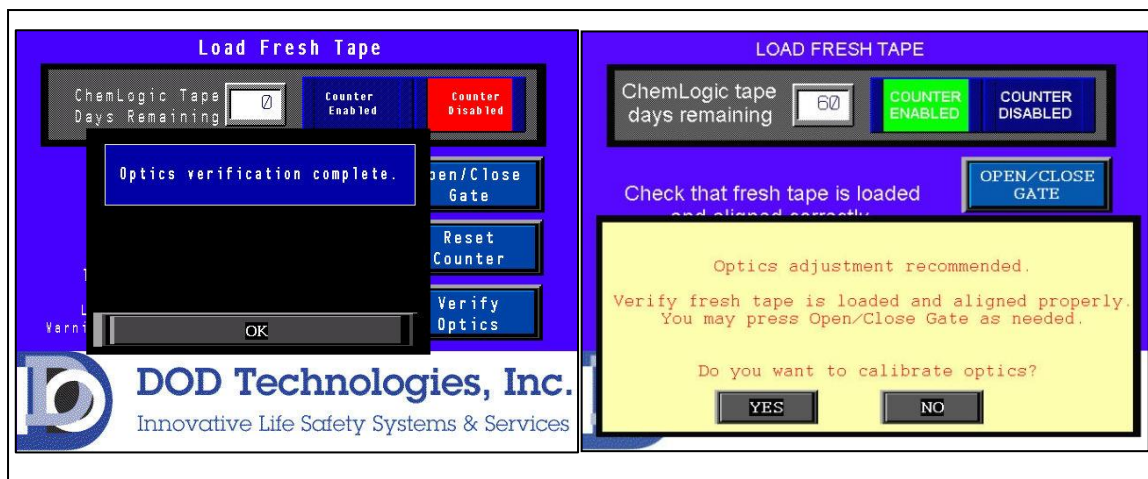

Abbildung 5.8
Zum Schließen des Menüs muss die Optik überprüft werden. Bei Berührung der Schaltfläche "VERIFY OPTICS" (Optik überprüfen) überprüft das Gerät, ob das Sensorband korrekt ausgerichtet und die Optik korrekt kalibriert ist. In dieser Zeit wird ein Fenster 'ONE MOMENT PLEASE' (Moment bitte) angezeigt. Sobald die Überprüfung abgeschlossen ist, erscheint einer der beiden Bildschirme in Abbildung 5.8
**WICHTIG:** Wird auf die Rückfrage, ob die Optik kalibriert werden soll, die Schaltfläche "NO" (nein) wie in Abbildung 5.8 rechts betätigt, funktioniert das Messgerät eventuell nicht richtig. Kontaktieren Sie ggf. den Service.